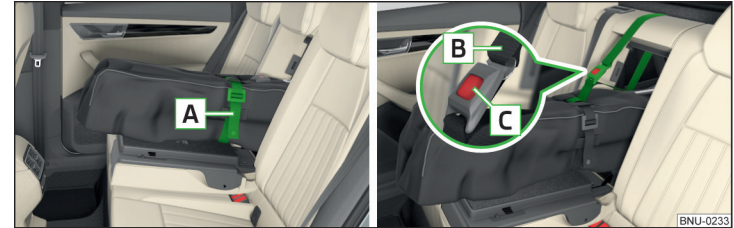

Abb. 123 Band anziehen / Sack sichern
- Das Zugband **A** um die Skier **vor** den Bindungen festziehen » Abb. 123. Das Band muss die Skier fest umfassen.